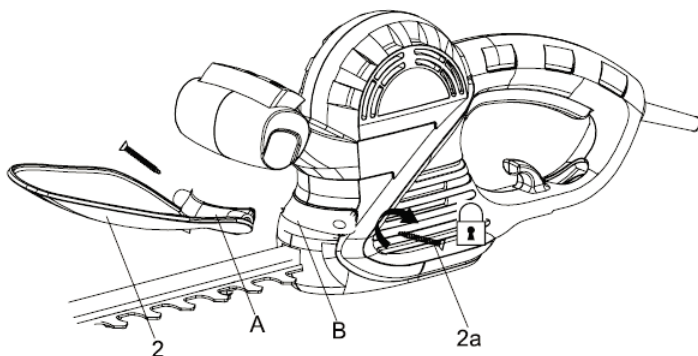

Fig. 1
1. Aligner la languette (A) de la protection (2) sur la fente (B) située sur l'unité principale, puis l'insérer jusqu'à la butée.
2. Fixer la protection avec les vis (2a) (Fig. 1).